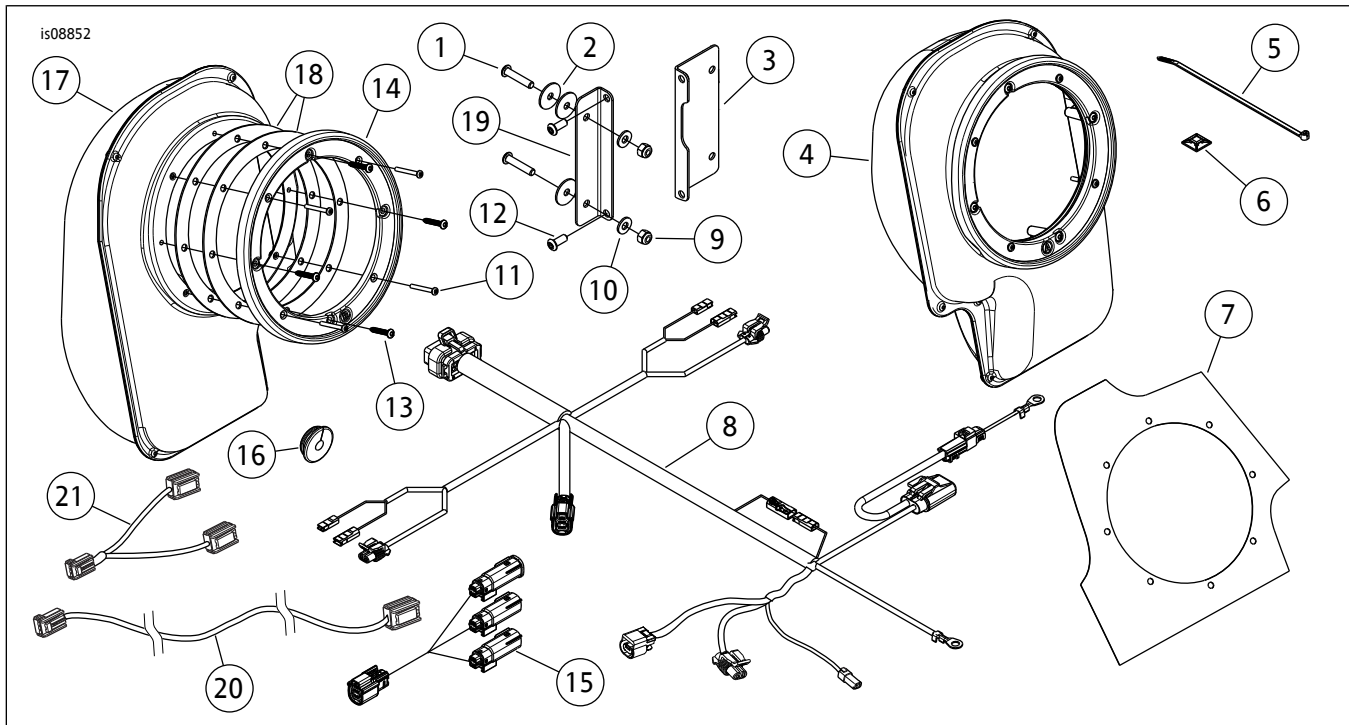

图9。维修零件：扬声器扩展安装套件
5. 参见图9。将支架( 3 )安装到放大器的连接器侧( 放大器单独出售 )。使用螺丝( 12 )固定。拧紧。
- a. 参见图9。将一个密封垫( 18 )置于外表面上。对准各孔。
- Stage I 6扬声器配置：将线束[296]直接安装至16路线束(之前通过挡风板放大器套件安装)(位于乘客座椅后方)。Stage II 6扬声器配置：将3路互连线束(项目15，图9)安装至16路线束(之前通过挡风板放大器套件安装)(位于乘客座椅后方)。将线束[296]安装到3路互连连接器中。